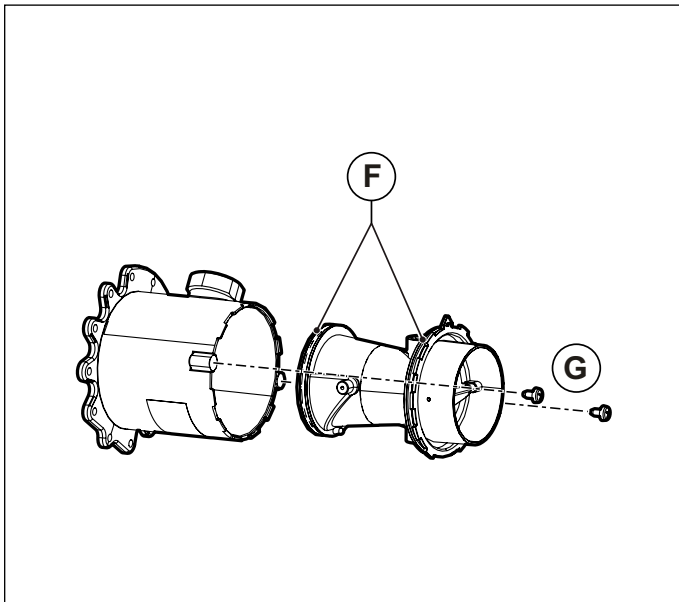
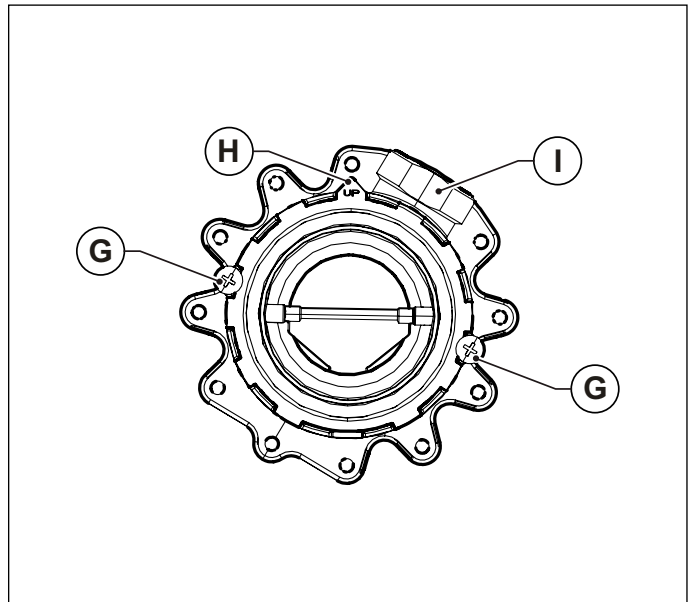

Fig. 40 Cuerpo de plástico del mezclador
Fig. 41 Orientación de montaje
- Extraer el cuerpo de plástico del mezclador desatornillando los dos tornillos de fijación **G** (ver Fig. 40 Cuerpo de plástico del mezclador).
- Atornillar el cuerpo de plástico en el mezclador con los tornillos de fijación **G**, prestando atención a no dañar las juntas tóricas **F** y respetando la orientación de montaje (ver Fig. 40 Cuerpo de plástico del mezclador y Fig. 41 Orientación de montaje).